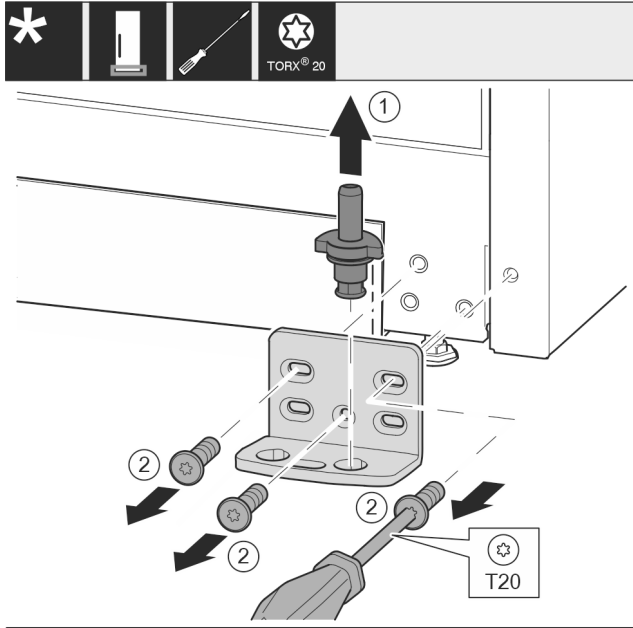

Fig. 12
- Lagerbouten compleet vanaf de bovenkant eruit trekken. Fig. 12 (1)
- Schroeven met schroevendraaier T20 eruit draaien en de lagerbus eraf halen. Fig. 12 (2)